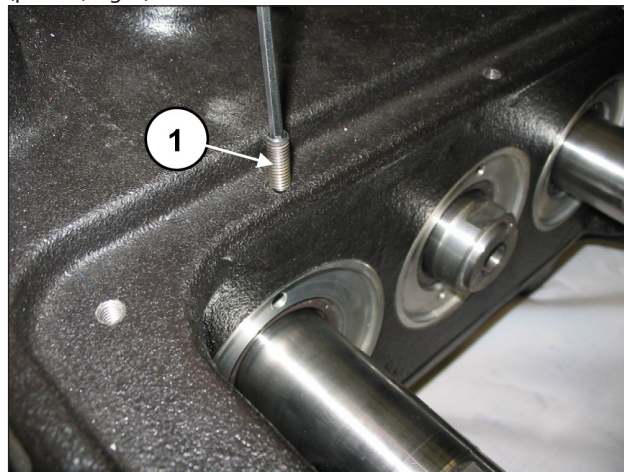

Fig. 3
Svitare i grani di bloccaggio M6 dei tre coperchi paraolio (pos. ①, Fig. 3).